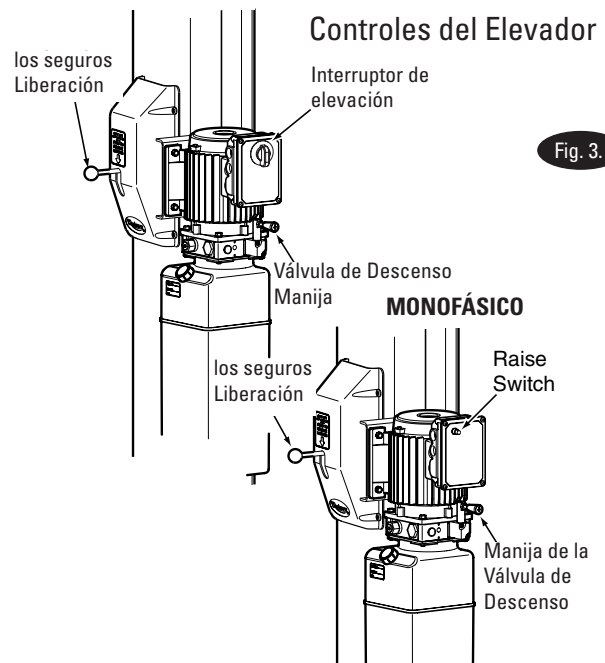

Fig. 3.
A. Presione el interruptor LEVANTAR en la unidad de potencia, Fig. 3.
- Hale la manija de la Válvula de DESCENSO para bajarlo, Fig. 3.